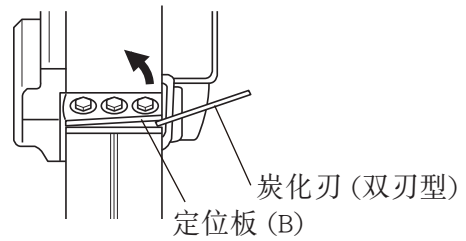

图 6
- (1) 如图 6 所示，抬起定位板 (B) 将新的炭化刃插入刀刃座与定位板 (B) 之间。